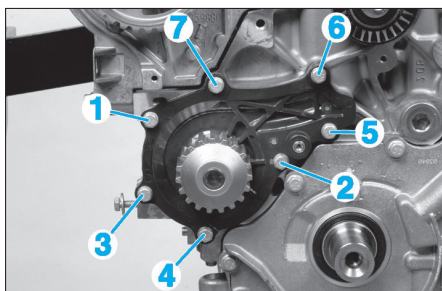

Fig. 23
- les vis de fixation de la pompe à eau et la dégager (Fig.23).
- Serrer les vis de fixation de la pompe dans l'ordre indiqué (Fig.23) et au couple prescrit.